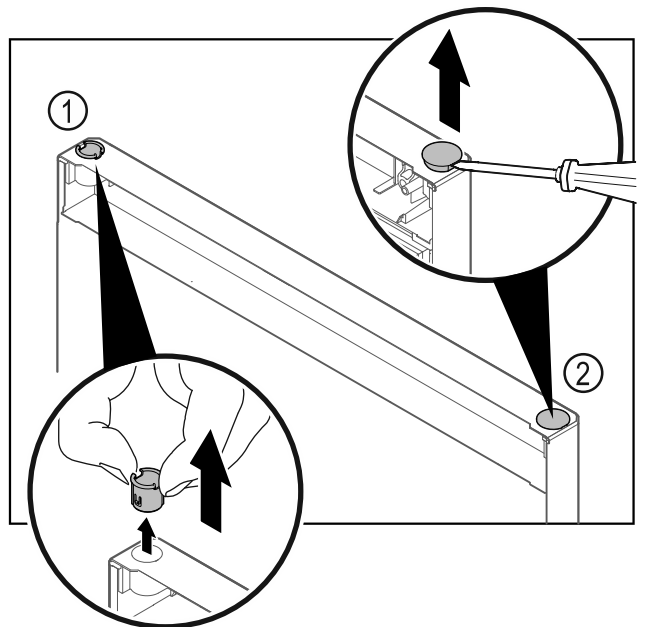

Fig. 21 Jääkaappiosan ovi
- ▶ Vedä saranaholkki Fig. 21 (1) sormin pois.
- ▶ Kohota suojanastaa Fig. 21 (2) varovasti uraruuvimeisselillä ja vedä se pois.